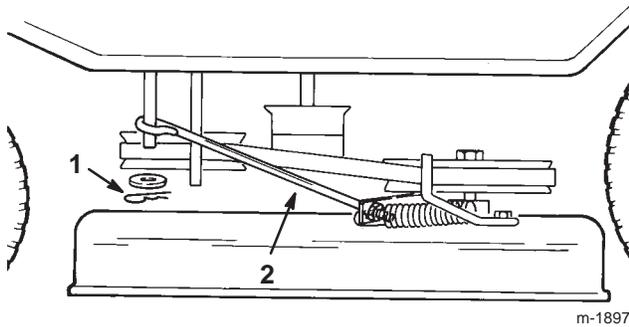

Figure 41
17. Montez et fixez la tige de commande des lames sur le bras de commande à l'aide de la rondelle et de la goupille fendue (Fig. 41).